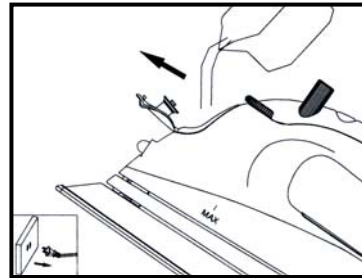

Fig. 1
1. Abra la tapa de la toma de agua. Sostenga la plancha inclinada en un ángulo leve y vierta el agua lentamente en la toma (Fig. 1). Llene la plancha hasta el nivel deseado o use la jarra provista llenándola hasta la marca "MAX" (cuando la plancha esté vertical, el tanque transparente permite ver la cantidad de agua que contiene). No llene en exceso la plancha. Al terminar de llenarla, cierre la tapa